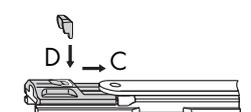

Bild 2
- C** Aushebesicherung des Anschlages (16) loslassen (Bild 2).
- D** Sperre (15) in vorgesehene Nut einschieben (Bild 2).